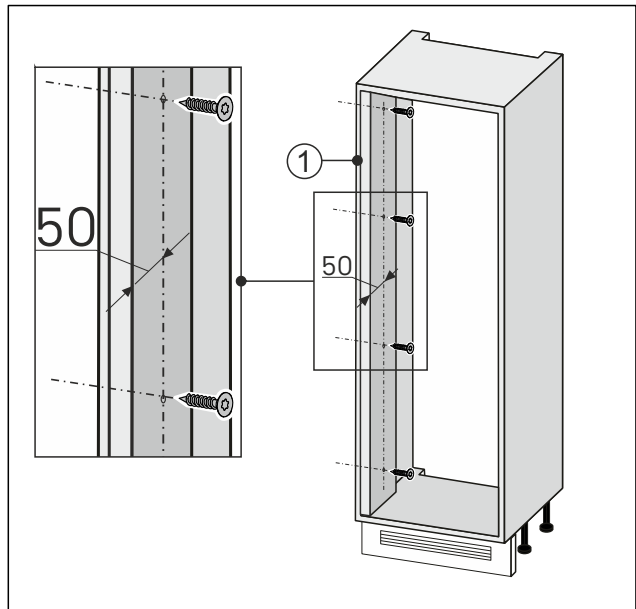

Fig. 88
- Wandausgleich an der Türöffnungsseite Fig. 88 (1) mit der Möbelnische verschrauben.